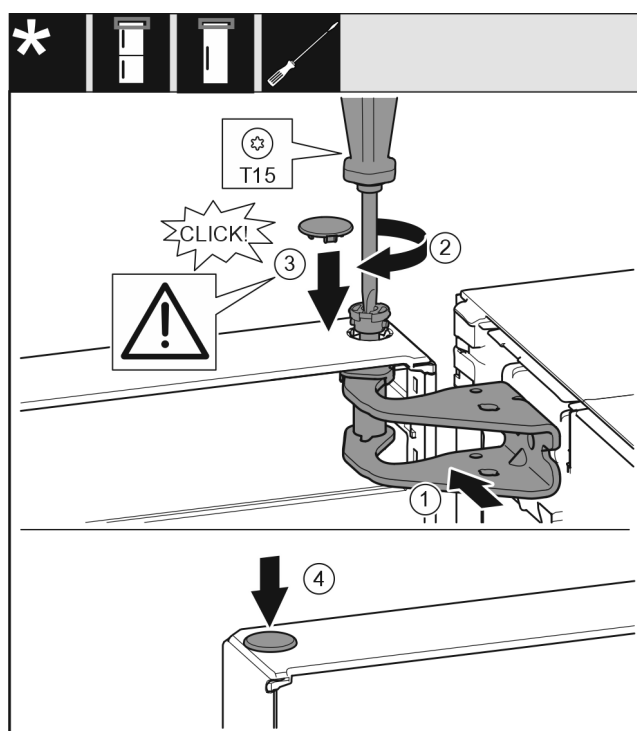

Fig. 19
- ▶ Alinee la parte superior de la puerta respecto a la abertura en el soporte de cojinete. Fig. 19 (1)
- ▶ Introduzca el perno y atorníllelo con el destornillador T15. Fig. 19 (2)
- ▶ Montar la cubierta del seguro para asegurar la puerta: introduzca la cubierta del seguro y compruebe si descansa sobre la puerta. De lo contrario, introduzca por completo el perno. Fig. 19 (3)
- ▶ Coloque el tapón. Fig. 19 (4)